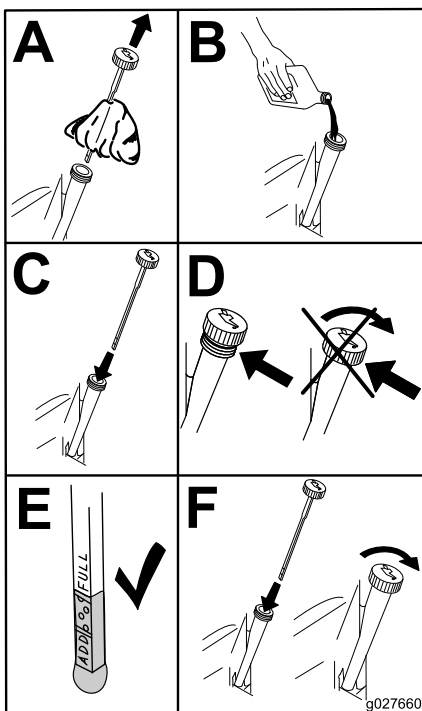

Figura 45
5. Versate lentamente circa l'80% dell'olio indicato nel tubo di rifornimento e sempre con cautela rabboccate l'olio necessario per portarlo alla tacca di **Pieno** (Figura 45).